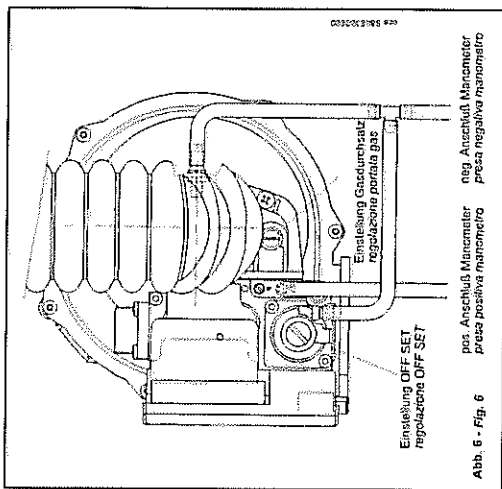

Abb. 6 - Fig. 6
Vor dem Vorgang den positiven Anschluß eines Differenz-Mikromanometers an den dahinter befindlichen Druckanschluß des Gasventils anschließen. Den negativen Anschluß des Manometers an den Ausgleichsanschluß des Gasventils über ein geeignetes T-Stück anschließen, welches das Manometer, den Ausgleichsanschluß des Ventils und den Ausgleichsanschluß des Kessels miteinander verbindet (vgl. Abb. 6).
- Die Kammer-Taste (7) 10 Sekunden lang drücken, bis auf dem Display der blinkende Code [25] angezeigt wird;
- Die minimale Heizleistung des Gerätes über Bodenknopf (9) einstellen; Überprüfen, ob OFF SET, der auf dem Mikromanometer abgelesene Druckwert, gleich Null ist, andernfalls die Einstellschraube auf dem Gasventil bedrücken (vgl. Abbildung 6);
- Die maximale Heizleistung des Gerätes über Bodenknopf (9) einstellen; Sicherstellen, daß der am Rauchabzug des Geräts gemessene CO2-Wert dem in Tabelle 3 angegebenen Wert in Bezug auf den max. Wärmebelastungsbereich und den verwendeten Gastyp entspricht, andernfalls die Einstellschraube des Gasdrehzahls auf dem mit dem Gasventil kombinierten Venturirohr bedrücken (vgl. Abbildung 6);
- Nachweisen, daß der CO-Wert bei Betrieb mit Flüssiggas nicht über 100 ppm liegt. Andernfalls den Gasmengeregler (Abbildung 6) festdrücken, bis korrekte CO- und CO2-Werte vorliegen.